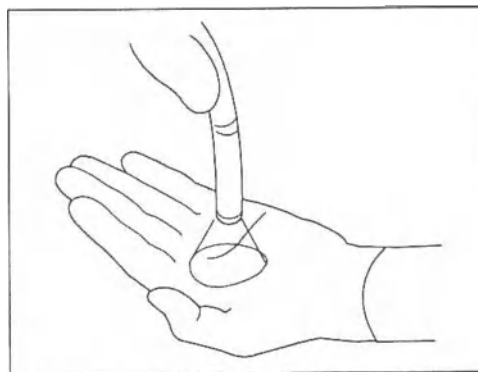

Рисунок 3.13
- 3 Удостоверьтесь в том, что свет выходит из дистального конца эндоскопа. (См. рис. 3.13)